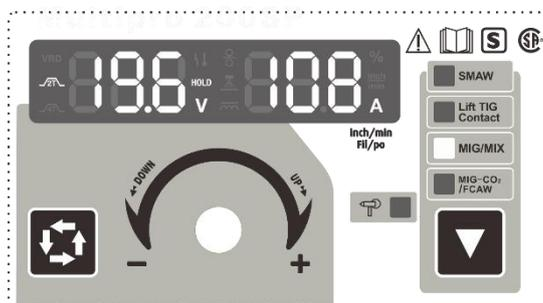

Figure 8 : données affichées lors de la fin d'une opération de soudage en mode MIG
- ⑦ La **figure 8** montre les données qu'affiche l'appareil lors de la fin de l'opération de soudage et le relâchement de la gâchette du pistolet. De plus, le **panneau d'affichage multifonctionnel** affichera un "**HOLD**" qui clignotera pendant 3 secondes, puis s'éteindra, ce qui signifie que l'opération de soudage s'est arrêtée. Après 2 secondes, le **panneau d'affichage multifonctionnel** affichera le courant pré-réglé.